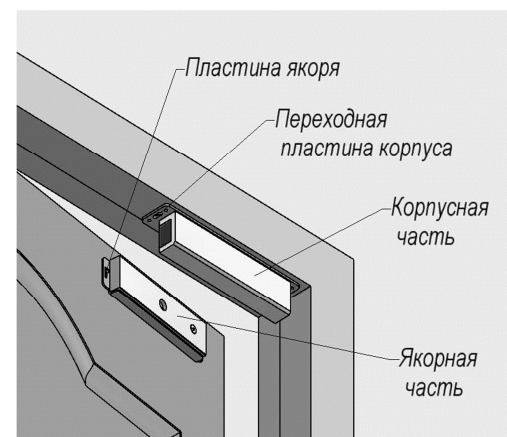
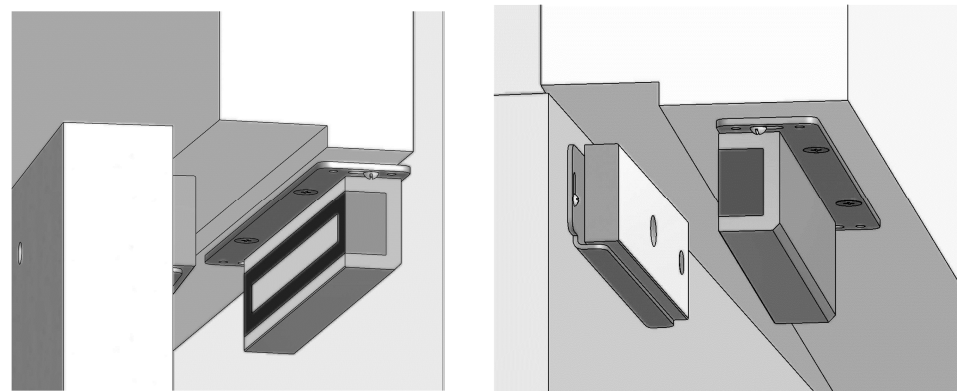

Рис. 3
Рис.4 Варианты крепления корпуса замка.
5.2 Корпусная часть замка размещается в верхней части дверной коробки (рисунок 3) в двух вариантах в зависимости от ширины дверной коробки (рисунок 4). В зависимости от варианта крепления переходная пластина ориентируется на корпусе замка и крепится с помощью винтов М5. Предварительное крепление к дверной коробке выполняется саморезами (поз.6) через регулировочные пазы в пластине.